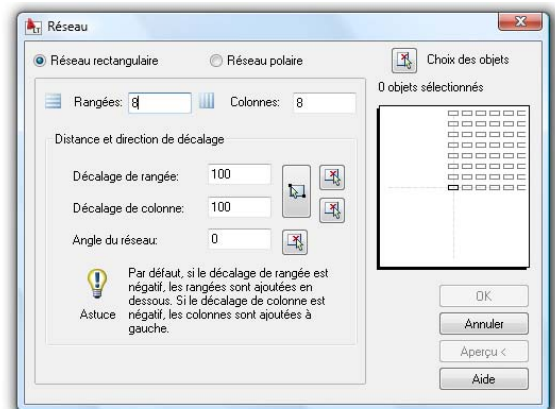
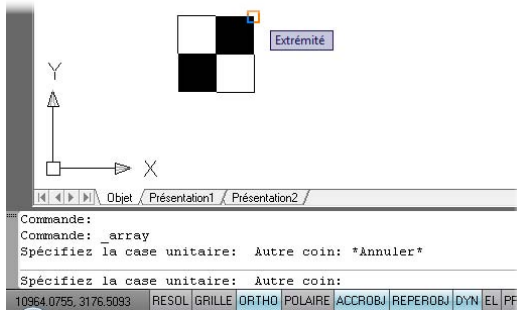
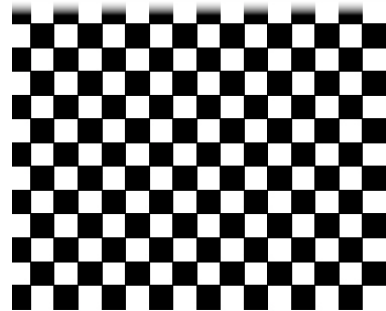

Figure 3.107
Figure 3.108
Figure 3.109
2. Activez l'outil Réseau (voir Figure 3.107). Paramétrez le nombre de colonnes et de rangées, sélectionnez les objets puis indiquez la distance de décalage (la diagonale intérieure des deux carrés) [voir Figure 3.108]. Le résultat est présenté Figure 3.109.